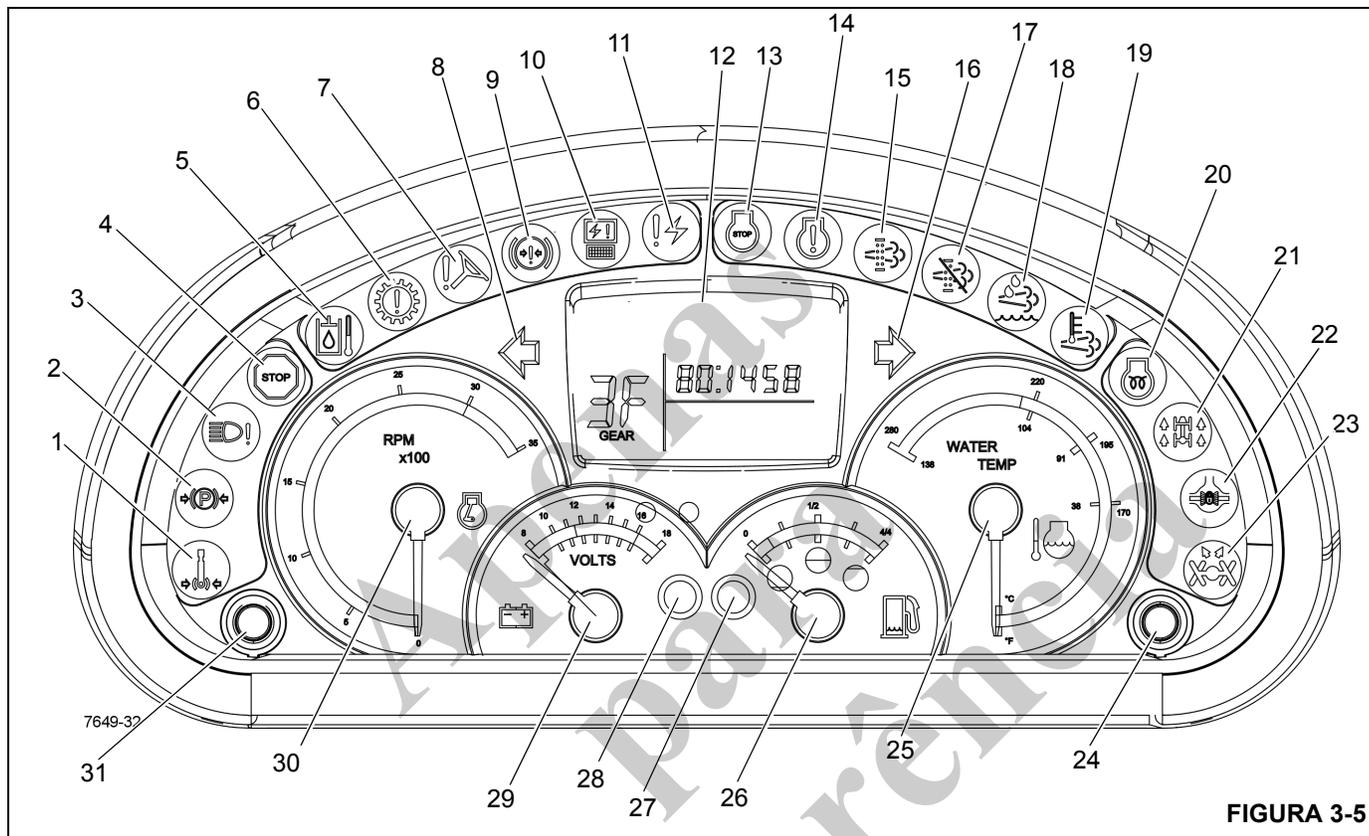
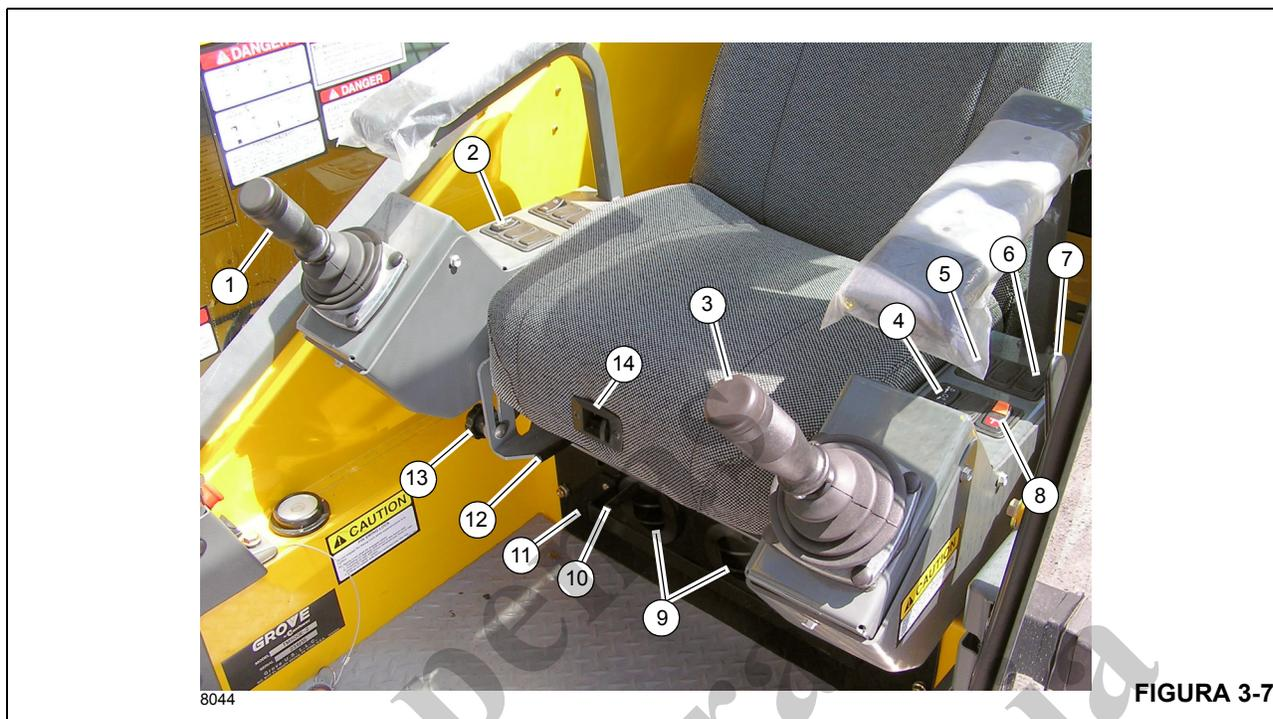

FIGURA 3-5
FIGURA 3-7
Números dos itens da Figura 3-5
O indicador do freio de giro acionado (1) (Figura 3-5) localiza-se no mostrador de indicadores da coluna de direção. Ele acende em vermelho quando o freio de giro do motor de giro da plataforma rotativa estiver acionado impedindo a rotação da superestrutura do guindaste.
O indicador do freio de estacionamento acionado (2) (Figura 3-5) localiza-se no mostrador de indicadores da coluna de direção. Ele acende em cor vermelha quando o freio de estacionamento for acionado.
O indicador de defeito nos faróis (3) (Figura 3-5) localiza-se no mostrador de indicadores da coluna de direção. Ele acende em âmbar quando os faróis dianteiros do guindaste estiverem defeituosos.
O indicador de parada de emergência (4) (Figura 3-5) localiza-se no mostrador de indicadores da coluna de direção. Ele acende em vermelho quando a chave de parada de emergência for pressionada (consulte *Chave de parada de emergência*, página 3-14) e uma campainha de aviso é acionada.
O indicador de temperatura do óleo hidráulico alta (5) (Figura 3-5) localiza-se no mostrador de indicadores da coluna de direção. Ele acende em vermelho quando a temperatura do óleo hidráulico ultrapassa 93°C (200°F); uma campainha de atenção também é acionada. Quando este indicador acender, apoie a carga o mais rápido possível, desligue o motor e tente identificar a causa da alta temperatura do óleo hidráulico.
O indicador de atenção da transmissão (6) (Figura 3-5) localiza-se no mostrador de indicadores da coluna de direção. Ele acende em vermelho quando a temperatura do óleo da
O indicador de baixa pressão da direção (7) (Figura 3-5) localiza-se no mostrador de indicadores da coluna de direção. Ele se ilumina com a cor vermelha quando a pressão hidráulica está baixa. Uma campainha de atenção também soará.
O indicador da sinaleira direcional esquerda (8) (Figura 3-5) localiza-se no mostrador de indicadores da coluna de direção. É uma luz verde em forma de seta que pisca quando a alavanca da sinaleira direcional é empurrada para baixo ou a chave da luz de perigo é ligada.
O indicador de pressão do freio baixa (9) (Figura 3-5) localiza-se no mostrador de indicadores da coluna de direção. Ele acende em vermelho quando a pressão na válvula de carga do acumulador duplo cai abaixo dos requisitos normais de operação. Uma campainha de atenção também soará.
O indicador do módulo eletrônico (10) (Figura 3-5) localiza-se no mostrador de indicadores da coluna de direção. Se qualquer dos módulos eletrônicos estiver off-line e sem comunicação com o sistema, o indicador acende em vermelho.
O indicador de diagnóstico do sistema eletrônico (11) (Figura 3-5) localiza-se no mostrador de indicadores da coluna de direção. O indicador é uma luz vermelha usada para detecção e resolução de problemas no sistema CAN-BUS.
O mostrador de LCD (12) (Figura 3-5) localiza-se no mostrador de indicadores da coluna de direção. O mostrador indica a marcha em uso, códigos de falha e a versão do software principal.
O indicador de parada do motor (13) (Figura 3-5) localiza-se no mostrador de indicadores da coluna de direção. Ele acende em vermelho quando um sinal é enviado do ECM do motor. Além disso, uma campainha de atenção também soará.
O indicador de atenção do motor (14) (Figura 3-5) localiza-se no mostrador de indicadores da coluna de direção. Ele acende em âmbar quando um sinal é enviado do ECM do motor.
O indicador da sinaleira direcional direita (16) (Figura 3-5) localiza-se no mostrador de indicadores da coluna de direção. É uma luz verde em forma de seta que pisca quando a alavanca da sinaleira direcional é empurrada para cima ou a chave da luz de perigo é ligada.
O indicador do DEF (Fluido do escape de diesel) (18) (Figura 3-5) localiza-se no mostrador de indicadores da coluna de direção. O indicador possui quatro estágios diferentes que serão acionados pelo sensor do nível de fluido no tanque do DEF:
O indicador de aguardar para ligar o motor (20) (Figura 3-5) localiza-se no mostrador de indicadores da coluna de direção. Ele acende em âmbar por um período de tempo quando a chave de ignição estiver na posição ON (Liga). Não se deve dar partida no motor até que a luz Aguardar Para dar Partida se apague. Esta luz é controlada pela ECM do motor.
O indicador de tração nas quatro rodas (21) (Figura 3-5) localiza-se no mostrador de indicadores da coluna de direção. Ele acende em âmbar quando a chave seletora do eixo de tração (5) (Figura 3-2) estiver na posição baixa da tração nas quatro rodas. Este indicador também piscará se a operação do guindaste é mudada entre tração alta nas duas rodas e tração baixa nas quatro rodas e o pedal do freio não está pressionado e a transmissão não está em neutro.
O indicador de diferencial do eixo bloqueado (22) (Figura 3-5) localiza-se no mostrador de indicadores da coluna de direção. Este indicador acende em âmbar depois que a chave de bloqueio do diferencial (10) (Figura 3-7) é pressionada na posição Lock (Bloquear) e que as chaves de bloqueio do diferencial do transportador, localizadas em cada eixo, são fechadas. Na posição Lock (Bloquear), o diferencial não atua entre as rodas.
O indicador de rodas traseiras não centralizadas (23) (Figura 3-5) localiza-se no mostrador de indicadores da coluna de direção. O indicador é uma luz âmbar que se ilumina sempre que as rodas traseiras não estão centralizadas.
O indicador da temperatura do líquido de arrefecimento (temperatura da água) (25) (Figura 3-5) localiza-se no mostrador de indicadores da coluna de direção. Ele indica a temperatura do líquido de arrefecimento do motor em uma escala dupla calibrada de 38 a 138°C e 100 a 280°F. O indicador recebe sinal do ECM do motor e de uma unidade de transmissão de temperatura no sistema de arrefecimento do motor.
O indicador de combustível (26) (Figura 3-5) localiza-se no mostrador de indicadores da coluna de direção. O indicador exibe a quantidade de combustível no tanque em uma escala calibrada de zero [0] a 4/4. O medidor de combustível recebe um sinal de uma unidade de transmissão no tanque de combustível.
Números dos itens da Figura 3-7
A alavanca de controle de elevação da lança/guincho principal (1) (Figura 3-7) localiza-se no apoio de braço abeiro. Quando empurrado para a direita o controlador abaixa a lança, empurrado para a esquerda ele eleva a lança.
A chave seletora da velocidade do guincho principal (2) (Figura 3-7) é uma chave de três posições fixas (Alta/desligada/baixa) localizada no apoio de braço direito. Colocada na posição alta, permite a operação das funções do guincho principal e energiza o solenoide de velocidade alta do guincho principal, proporcionando altas velocidades do cabo. Colocada na posição central, desligada, a elevação de carga é impedida. Colocada na posição baixa, permite a operação das funções do guincho principal e desenergiza o solenoide de velocidade alta do guincho principal, proporcionando baixas velocidades do cabo.
A alavanca de controle do giro/telescópio ou do giro/guincho auxiliar (Swing/Tele ou Swing/Aux) (3) (Figura 3-7) localiza-se na extremidade do apoio de braço esquerdo. A alavanca controla as funções do telescópio e de giro quando o guindaste não está equipado com um guincho auxiliar. Quando equipado com um guincho auxiliar, a alavanca controla as funções do guincho auxiliar e de giro e as funções do telescópio são controladas por meio de um pedal.
A chave seletora da velocidade do guincho principal (4) (Figura 3-7) é uma chave de três posições fixas (Alta/desligada/baixa) localizada no apoio de braço esquerdo. Colocada na posição alta, permite a operação das funções do guincho auxiliar e energiza o solenoide de velocidade alta do guincho auxiliar, proporcionando altas velocidades do cabo. Colocada na posição central, desligada, a elevação de carga é impedida. Colocada na posição baixa, permite a operação das funções do guincho auxiliar e desenergiza o solenoide de velocidade alta do guincho auxiliar, proporcionando baixas velocidades do cabo.
A chave de controle da direção traseira (5) (Figura 3-7) tem três posições, é centralizada por mola na posição desligada e está localizada no apoio de braço esquerdo. Pressione a parte inferior da chave para acionar uma válvula de controle para virar as rodas traseiras para à esquerda fazendo com que o guindaste vire para a direita. Pressione a parte superior da chave para acionar uma válvula de controle para virar as rodas traseiras à direita fazendo com que o guindaste vire para a esquerda. Quando as rodas não estiverem centralizadas a luz de rodas traseiras não centralizadas, na coluna de direção, acende. Ao soltar, a chave retorna para a posição central desligada.
A chave de controle do bloqueio do diferencial (Axle Diff) (6) (Figura 3-7) localiza-se no apoio de braço esquerdo. É uma chave temporária de duas posições. Quando colocada na posição Lock (Bloquear), as estrias do colar de mudança se acoplam com as estrias da caixa do diferencial e os eixos e o conjunto do diferencial se travam ao mesmo tempo e o diferencial não atua entre as rodas. Quando colocada na posição Unlock (Desbloquear), há ação normal permanente do diferencial entre as rodas. O indicador âmbar na coluna de direção acende quando as chaves de proximidade em cada eixo forem ativadas.